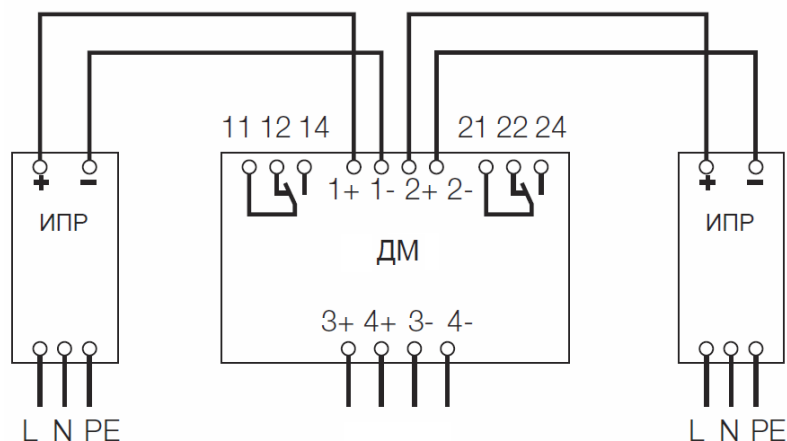

Рисунок 1. Схема подключения ДМ
1.1.1 Диодные модули (в дальнейшем ДМ), предназначены для наращивания резервных систем электропитания (см. Рисунок 1)
1.5.2 Выводы имеют маркировку согласно рис. 1.